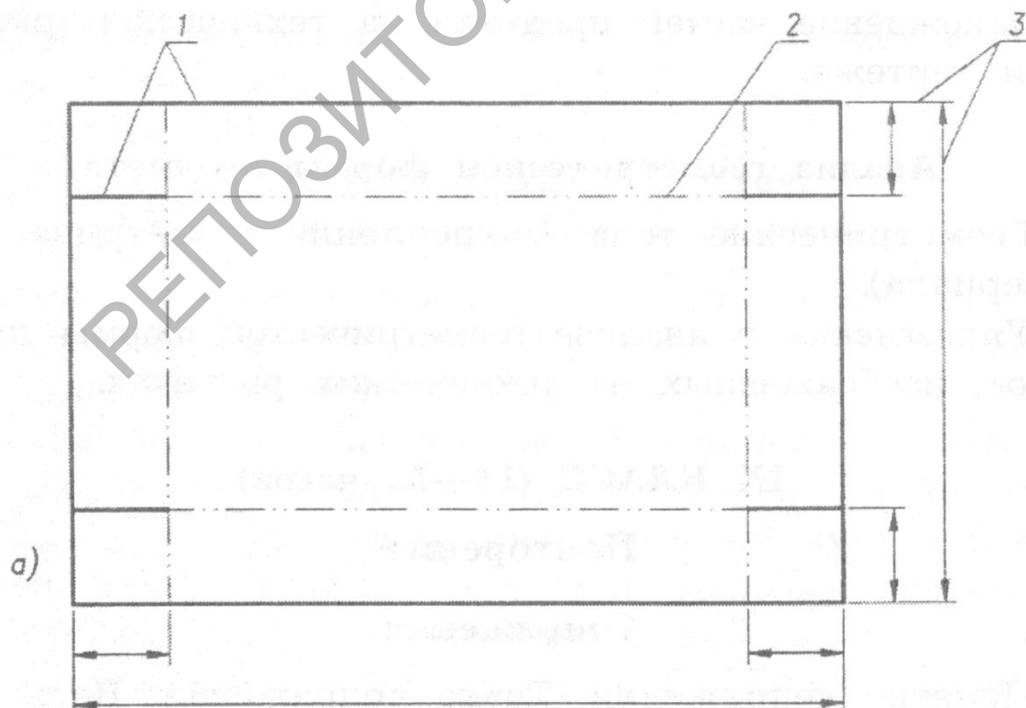

Рис. 1
Так, сообщение сведений о техническом рисунке, чертеже, эскизе целесообразно подкреплять не только предъявлением этих графических изображений, но и упражнениями в их распознавании. В процессе формирования знаний учащихся о линиях чертежа предлагаются упражнения в выделении, определении названия и назначения линий. Например, на чертеже развертки коробочки (рис. 1) детям предлагается последовательно найти сплошные толстые линии (1), штрихпунктирные линии с двумя точками (2), сплошные тонкие линии (3) и сказать, что они обозначают. Затем выполняются измерения и наносятся отсутствующие размеры.